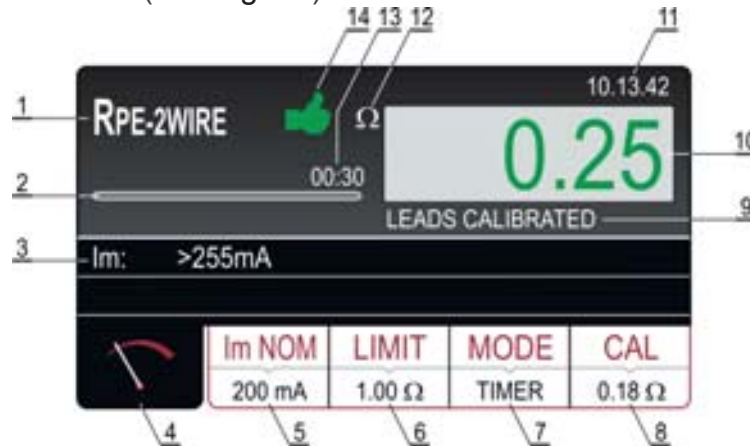

Fig. 28: Page-écran des résultats des essais RPE-2WIRE
10. Effectuer la mesure en appuyant sur la touche **START/STOP**. Le résultat de la mesure est affiché (voir Fig. 28)